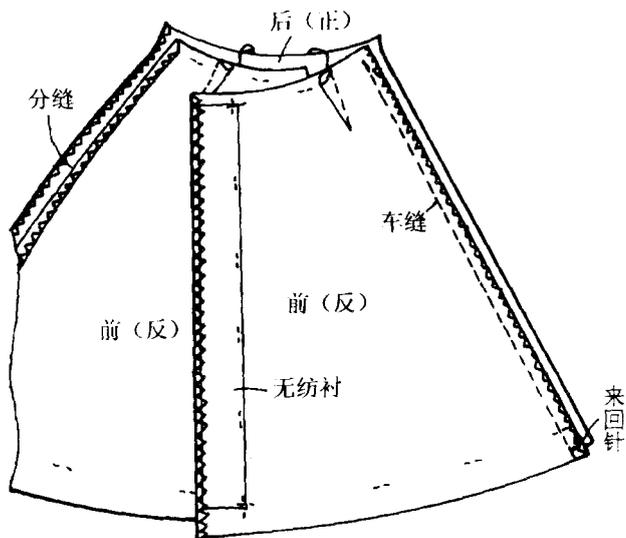

图 3-6
6. 缝合侧缝。将前后裙片正面对, 顺侧缝车缝, 然后将缝份分缝烫平。见图 3-6。